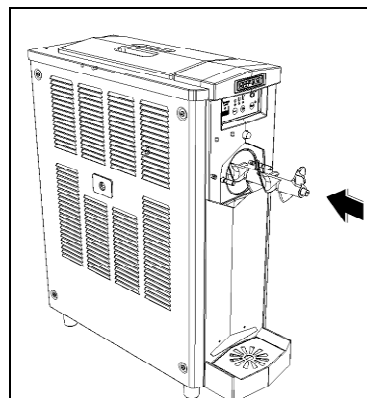

Fig. 19
- **I**nsérer la spirale avec soin dans le cylindre en faisant en sorte que la queue arrière entre parfaitement dans son siège à l'intérieur du cylindre (fig.19).